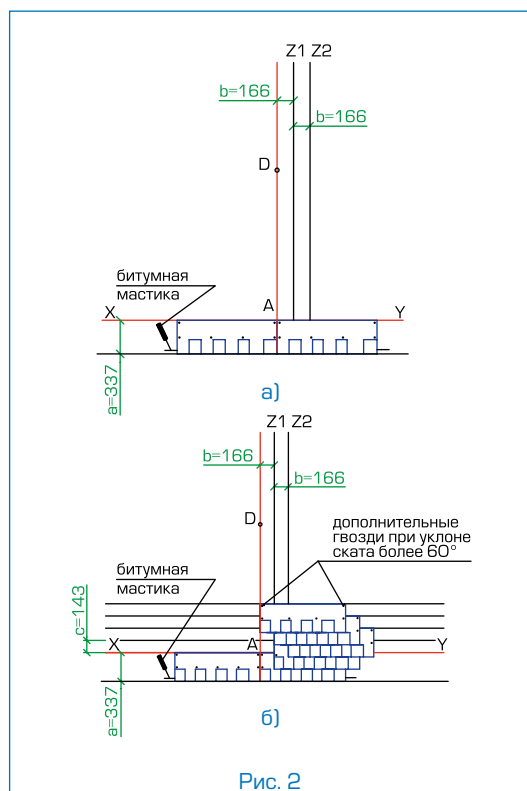

Рис. 2
### Укладка материала (рис. 2)
- первый ряд черепицы укладывается от линии AD (рис. 2а);
- второй ряд укладывается от линии Z1 (со смещением 16,6 см от AD) (рис. 2б);
- третий ряд укладывается от линии Z2 (со смещением 16,6 см от Z1) (рис. 2б);
- четвертый ряд — от линии Z1 (рис. 2б);
- пятый ряд — от линии AD (рис. 2б);
Каждый лист черепицы АЛЯСКА крепится 4 гвоздями таким образом, чтобы гвоздь прошивал и верхний край низлежащего листа черепицы АЛЯСКА (рис. 2а,б).